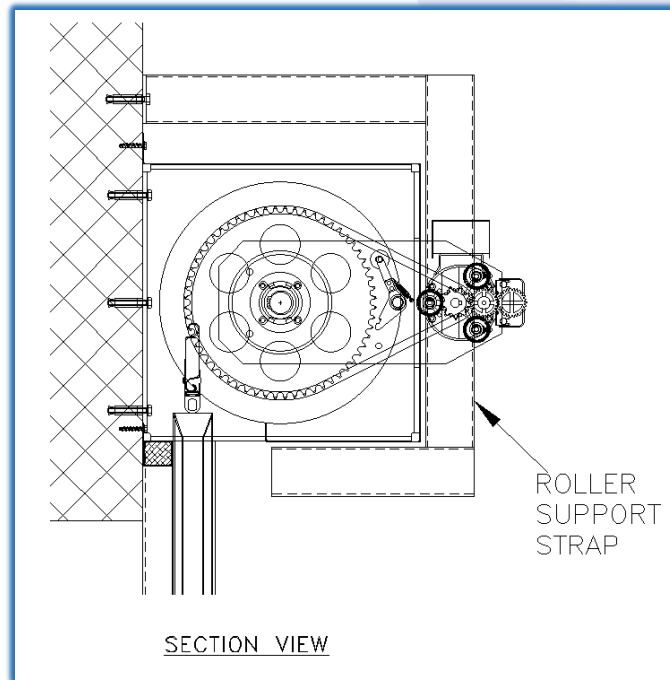

Fig. 010
- 15) Fest rullestøttereima (hvis den leveres) til strukturen i den posisjonen som er angitt på den godkjente tegningen. **Se fig. 010.**